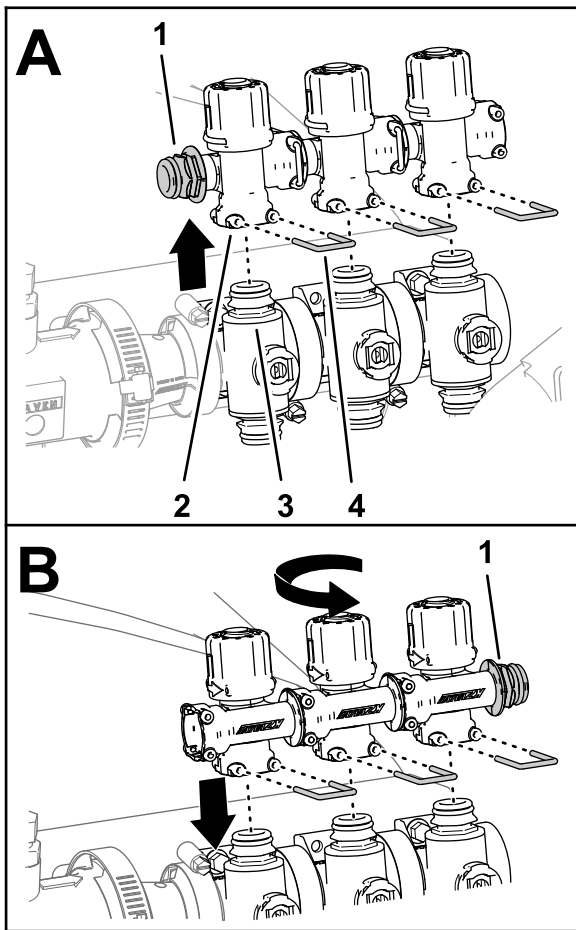

図 66
4. 左ブームバルブ、中央ブームバルブ、右ブームバルブにある全部で 3 つのバイパスバルブを固定しているリテーナ 3 個を外す 図 66。
5. 各ブームバルブからバイパスバルブを一旦外し 図 66、
6. バイパスバルブを180°回転させてブームバルブのクイックディスコネクティングに組み付ける 図 66。
7. ステップ 4 図 66 で外したリテーナ3個を使用して、バイパスバルブ3個をそれぞれのブームバルブに固定する。